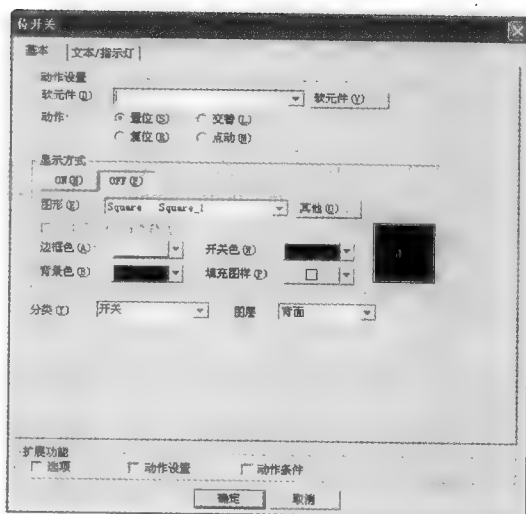

图 8-26 触摸键的设置 1
3) 触摸键。以“正转起动”按钮为例,先单击“图像/对象”工具栏  图标下的位开关按钮,放到合适的位置并双击,弹出如图 8-26 所示属性设置窗口。在“软元件”中输入“M100”,并设置为“点动”,ON 状态开关色设置为红色,OFF 状态开关色设置为绿色,然后设置好开关的外形。